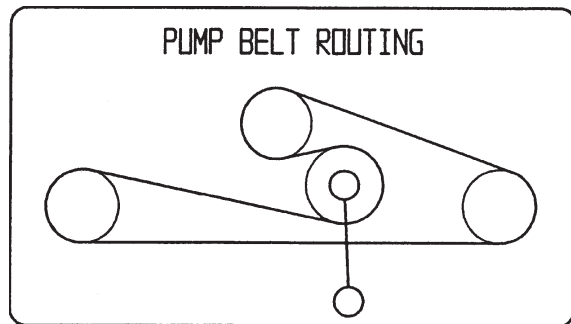

Figure 44
1. Abaissez la poulie de tension rappelée par ressort et enlevez la courroie des poulies du moteur et de la pompe hydraulique (Fig. 44). Retirez la courroie entre les poulies.
2. Installez la courroie neuve sur les poulies du moteur et de la pompe hydraulique (Fig. 44).
3. Abaissez la poulie de tension rappelée par ressort et alignez-la sous la courroie de transmission, puis relâchez-la (Fig. 44).